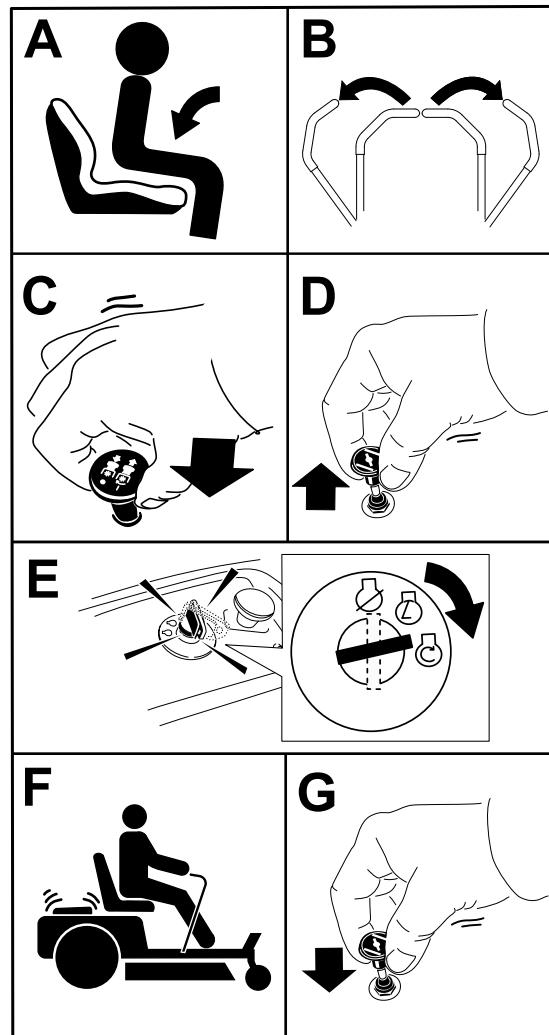

**Figure 20**
1. Tirez sur la commande du volet de départ pour engager le volet de départ avant d'utiliser le commutateur d'allumage (Figure 20).
2. Appuyez sur la commande pour désengager le volet de départ une fois que le moteur a démarré (Figure 20).